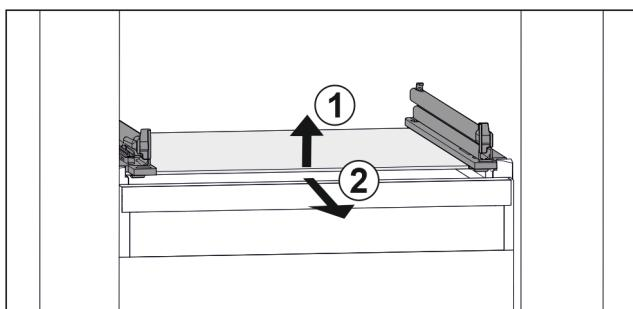

Fig. 116 Примерное отображение стеклянной пластины
- Приподнимите стеклянную пластину спереди. Fig. 116 (1)
- Извлеките стеклянную пластину движением вперед. Fig. 116 (2)